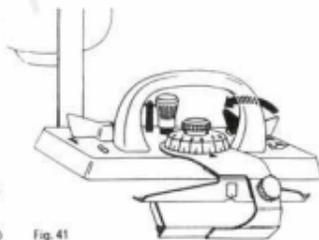

Fig. 41
**Schloss steckt.** Wenn infolge falscher Manipulation das Schloss steckt, N-P-Knopf hochziehen und A-B-C-Hebel auf 0 stellen, Fig. 41, woraufhin das Schloss frei nach rechts oder links geschoben werden kann, ohne dass die Maschen herunterfallen.